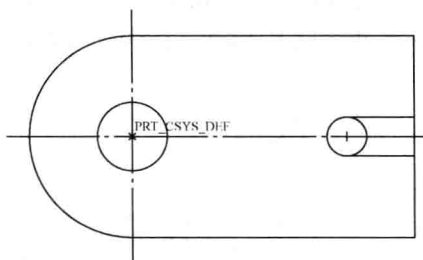

图 1-20 绘制两条直线
6) 单击草绘工具栏中的按钮，绘制两条与小圆相切的直线，如图 1-20 所示。